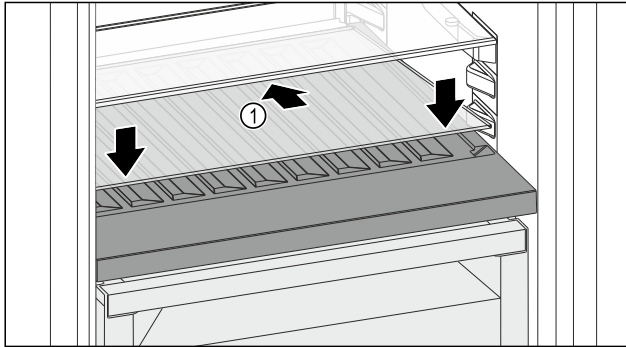

Fig. 163
- ▶ Glasplaat Fig. 163 (1) schuin naar achteren en naar beneden plaatsen.
- ▶ Glasplaat Fig. 163 (1) aan de voorzijde laten zakken.